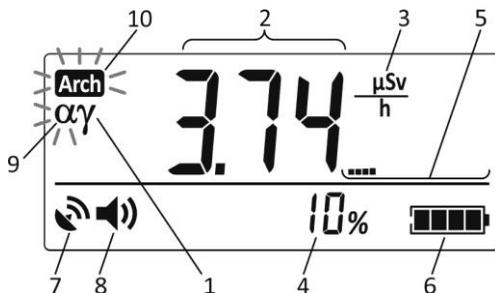

Рисунок 2.11 – РКІ дозиметра
Про критичне заповнення енергонезалежної пам'яті і, відповідно, про можливість втрати інформації попереджає мигаючий символ **Arch** ((10) рис. 2.11). Символ **Arch** короткочасно підсвічується з інтервалом 4 секунди у всіх режимах та підрежимах роботи дозиметра, крім режиму «Перегляд результатів вимірювань, що збережені в енергонезалежну пам'ять» та підрежиму «Збереження результату вимірювання в енергонезалежній пам'яті», якщо в кільцевому буфері, призначеному для автоматичного збереження історії накопичення АЕД, залишилось вільного місця на менше ніж 10 записів АЕД, або вже відбувалися втрати інформації.
2.3.6.5.1.2 При вимірюванні ПАЕД фотонного іонізуючого випромінювання блоком БДКС-02, виконується також контроль наявності альфа-випромінювання. При реєстрації альфа-випромінювання (коли швидкість лічби імпульсів від детектора альфа-випромінювання перевищує значення в 1 cps), на РКІ дозиметра починає відображатись мигаючий символ «а» ((9) рис. 2.11), а також формуватись характерні звукові та світлові сигнали тривоги. Для коректної реєстрації альфа-випромінювання вікно альфа-детектора повинно бути відкрите (рис. 2.21).
2.3.6.5.2.3 В цьому режимі на РКІ дозиметра відображаються (рис. 2.11):
- символ « γ » (1) – тип випромінення, що вимірюється;
- результат вимірювання ПАЕД (2);
- розмірність результату вимірювання ПАЕД (3);
- розрахункові границі очікуваних відносних статистичних відхилів (4) результату вимірювання (2) при довірчій імовірності 0,95, далі – розрахункові границі статистичних відхилів;
- індикатор миттєвого значення ПАЕД (5);
- символ стану акумулятора (6);
- символ стану навігаційного приймача (7);
- символ стану озвучування зареєстрованих гамма-квантів, частинок альфа-, бета-випромінення (8);
- символ наявності альфа-випромінення (9) (при вимірюванні ПАЕД блоком БДКС-02);
- ознака (10) критичного заповнення енергонезалежної пам'яті дозиметра, в якій зберігається історія накопичення АЕД (2.3.4 цієї НЕ).